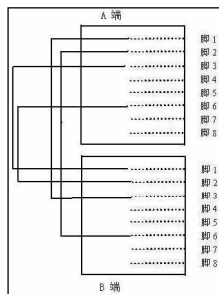

图 1 双机互联网线连接图
2. 网络连线：双机互联中所使用的连线主要有细缆和双绞线，其中细缆接头的制作与局域网完全相同，而双绞线两端接头的制作与局域网中连接网卡和集线器时不同，需要考虑导线在 RJ-45 连接器（水晶头）中的排列问题，即要进行交错线（图 1），在图中 RJ-45 连接器有塑料弹片的一侧朝向地面。在双机互联中，